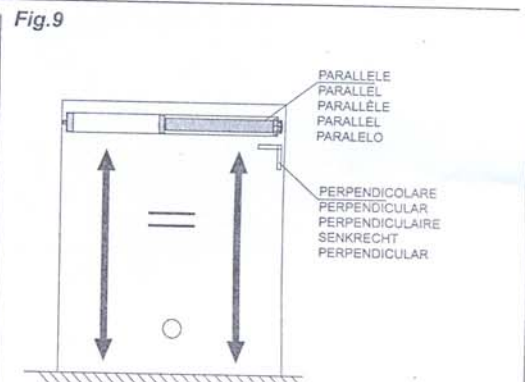

Fig.10
- Per motivi di sicurezza esiste una linea di terra di colore giallo e verde tra le linee interne; prima di usare il motore il cliente dovrebbe effettuare la messa a terra (Fig.10).